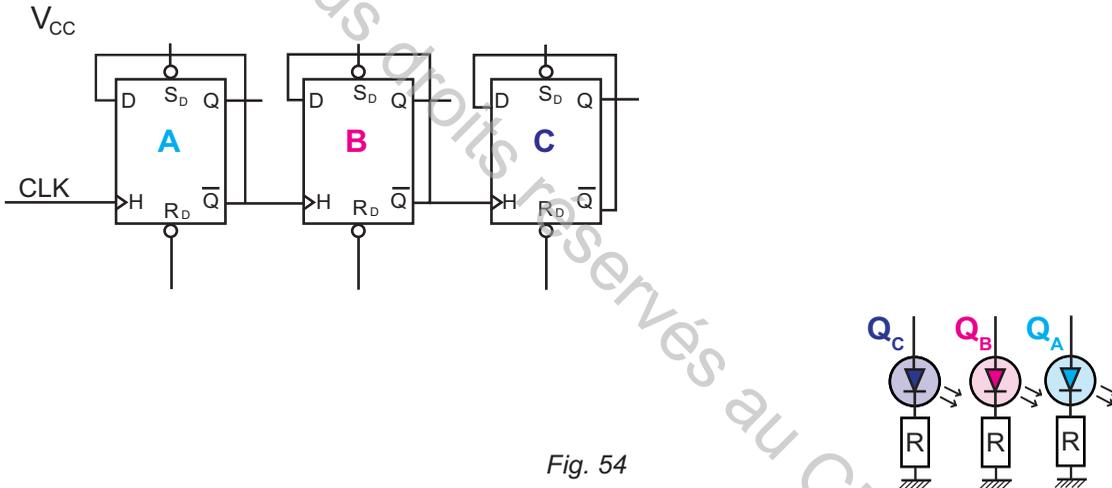

Fig. 54
- 2- Déterminer les équations des voyants (J) , (R) et de la sonnerie (A).
- 3- Reproduire les figures 54 et 55 sur une feuille A4 et tracer le logigramme.